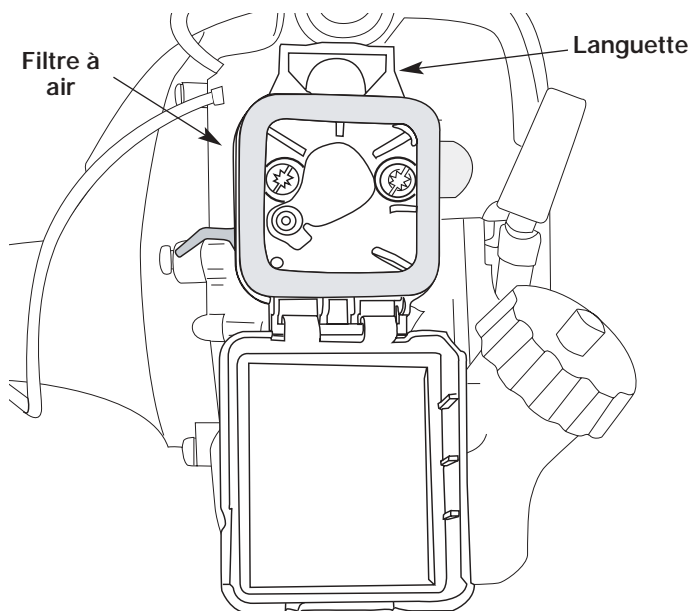

Fig. 21
2. Retirez le filtre à air (Fig. 21).